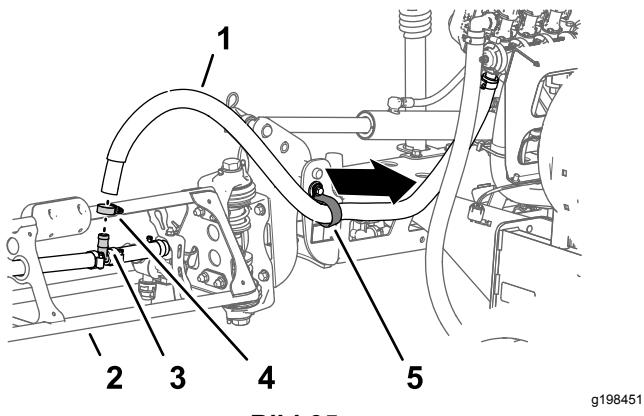

Bild 35
- Entfernen Sie am äußeren Sprühabschnitt die Schlauchklemme, mit der der Sprühabschnittschlauch am gezahnten T-Anschlussstück befestigt ist (Bild 35).
- Nehmen Sie den Schlauch vom T-Anschlussstück ab (Bild 35).
- Nehmen Sie das freie Ende des Schlauchs von der R-Klemme ab (Bild 35).